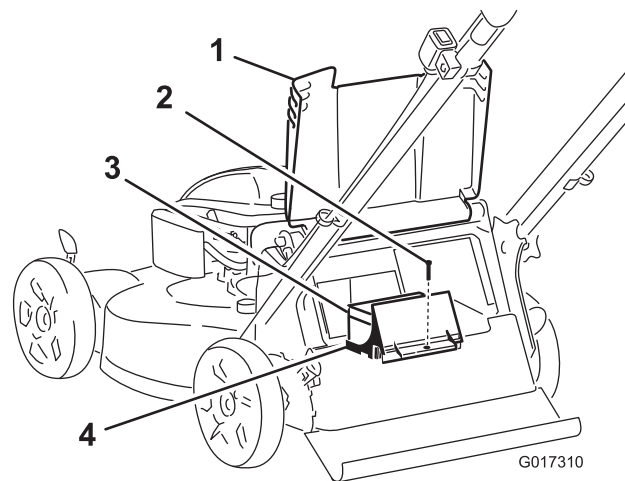

Figure 26
1. Soulevez le déflecteur arrière et localisez le logement de la batterie (Figure 26).